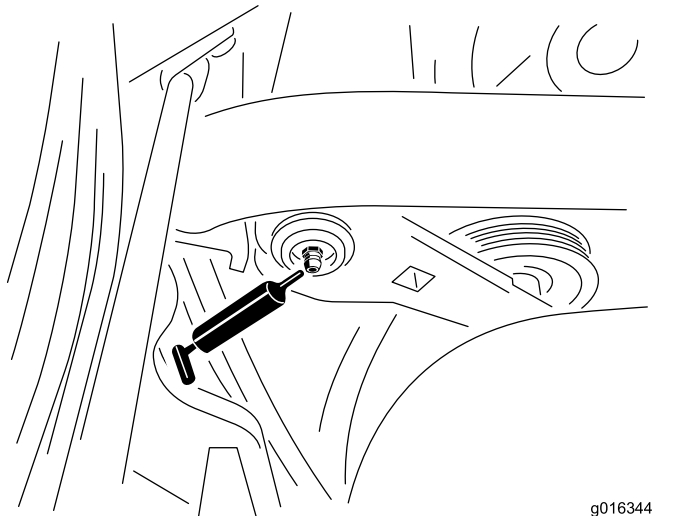

图44
1. 擦干净黄油嘴，这样就不会有杂质进入轴承或轴套（图44）中。